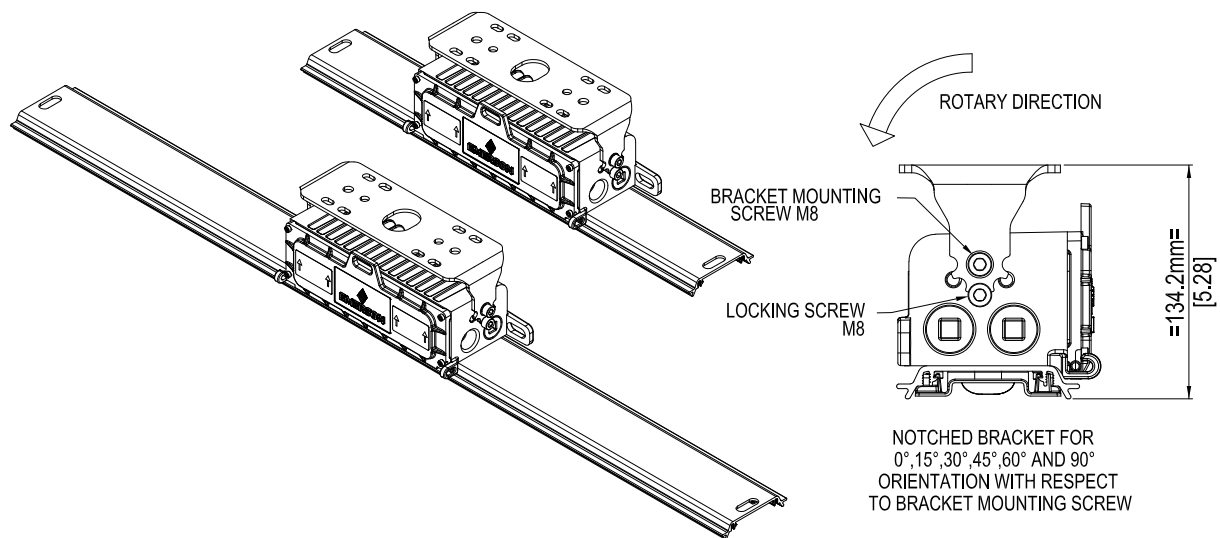

FIGURE 2: RMSSB BRACKET MOUNTING
4. Raise luminaire to mounted RMSSB bracket and secure it using M8 washer and bracket mounting screw (M8) supplied with the bracket on both sides. Refer to Figure 2 for hole locations.
5. Align the luminaire to the desired aiming position with your free hand and use Locking screw (M8) supplied with the bracket to hold at that position. Refer to Figure 2.
4. Soulevez le luminaire sur le support monté RMSSB et fixez-le à l'aide de la rondelle M8 et de la vis de montage du support (M8 fournies avec le support des deux côtés. Reportez-vous à la Figure 2 pour connaître l'emplacement des trous.
5. Alignez le luminaire avec la main libre sur la position de visée souhaitée et utilisez la vis de verrouillage (M8) fournie avec le support pour la maintenir dans cette position. Voir la Figure 2.